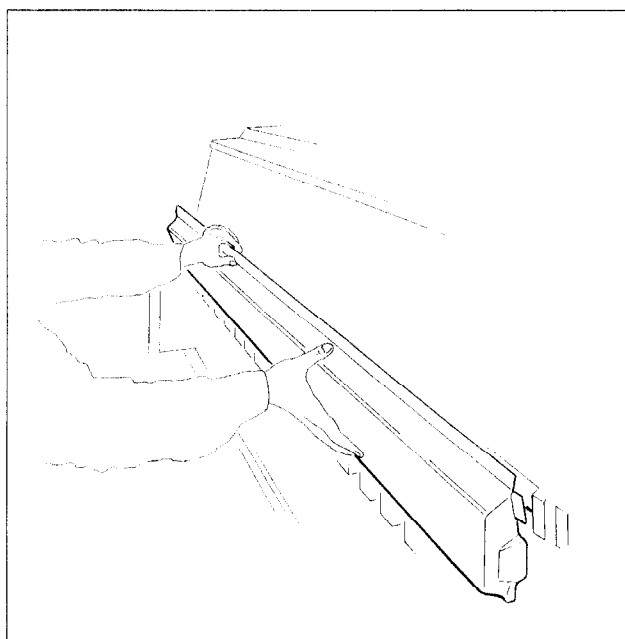

Fig. 8.3
- Dégagez les augets d'étalonnage (fig. 8.3) de leurs supports respectifs en tirant vers le haut et latéralement.